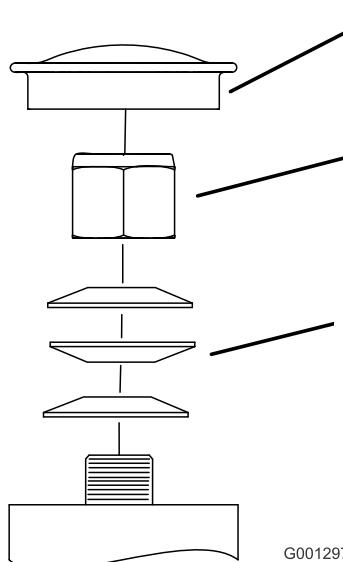

Figura 67
3. Retire el tapón guardapolvo de la rueda giratoria y apriete la contratuerca (Figura 67).
4. Apriete la contratuerca hasta que las arandelas de muelle estén planas, luego afloje 1/4 de vuelta para establecer la pre-carga correcta de los cojinetes ().Figura 67
5. Coloque el tapón guardapolvo (Figura 67).